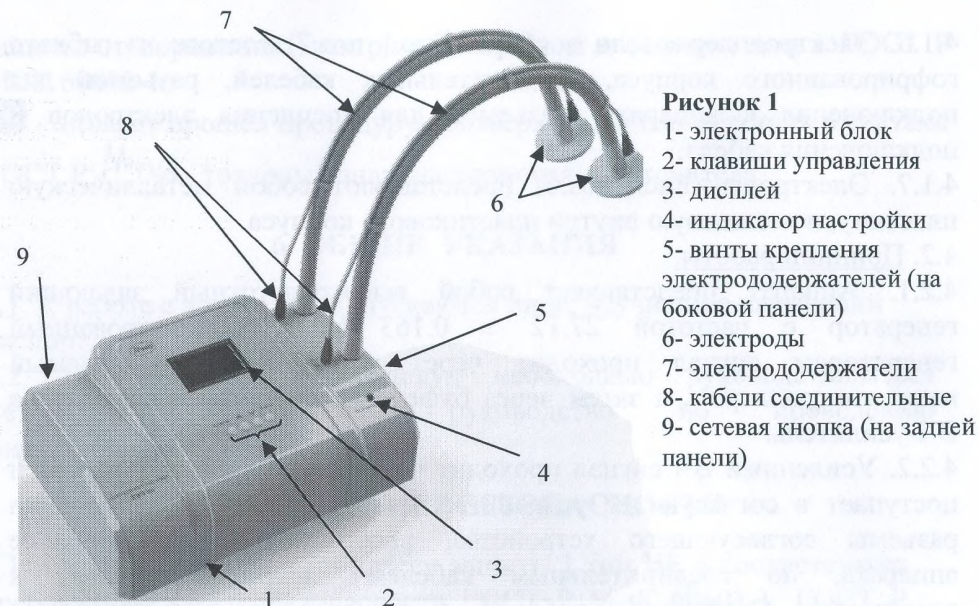

Рисунок 1
4.1.1. Аппарат состоит из электронного блока, электрододержателей и электродов (Рис.1).
4.1.2. Электронный блок аппарата (Рис.1.поз.1) находится в пластиковом корпусе и состоит из: блока питания, высокочастотного генератора, платы управления питанием, согласующего устройства, платы фильтра, системы охлаждения.
4.1.3. На передней панели аппарата расположен дисплей (Рис.1.поз.3), клавиши управления (Рис.1.поз.2), служащие для установки необходимых параметров, индикатор настройки (Рис.1.поз.4), предназначенный для сигнализации настройки выходного контура в резонанс. Так же в правой части передней панели аппарата расположены гнезда для установки электрододержателей и подключения соединительных кабелей.
4.1.4 На правой боковой панели аппарата расположены винты (Рис.1.поз.5), предназначенные для фиксации электрододержателей в гнездах.
4.1.5. На задней панели аппарата расположены: сетевая кнопка (Рис.1.поз.9) и вентиляционная решетка.
4.1.6. Электрододержатели в сборе (Рис.1 поз.7) состоят из гибкого гофрированного корпуса, соединительных кабелей, разъемов для подключения к аппарату, разъемов для крепления электродов и подключения кабеля.
4.1.7. Электроды (Рис.1.поз.6) представляют собой металлическую пластину, помещенную внутри пластикового корпуса.
9.5. Клавишами "∧" - больше или «∨»- меньше (Рис.1 поз.2) установить требуемое время процедуры. Значение времени при этом отображается на дисплее.
9.7. Далее клавишами "∧" или «∨» (Рис.1 поз.2) установить требуемое значение мощности. После установки мощности включится автоматическая настройка выходного контура в резонанс. По окончании автоматической настройки, на корпусе загорится «Индикатор настройки» (Рис. 1 поз.4)